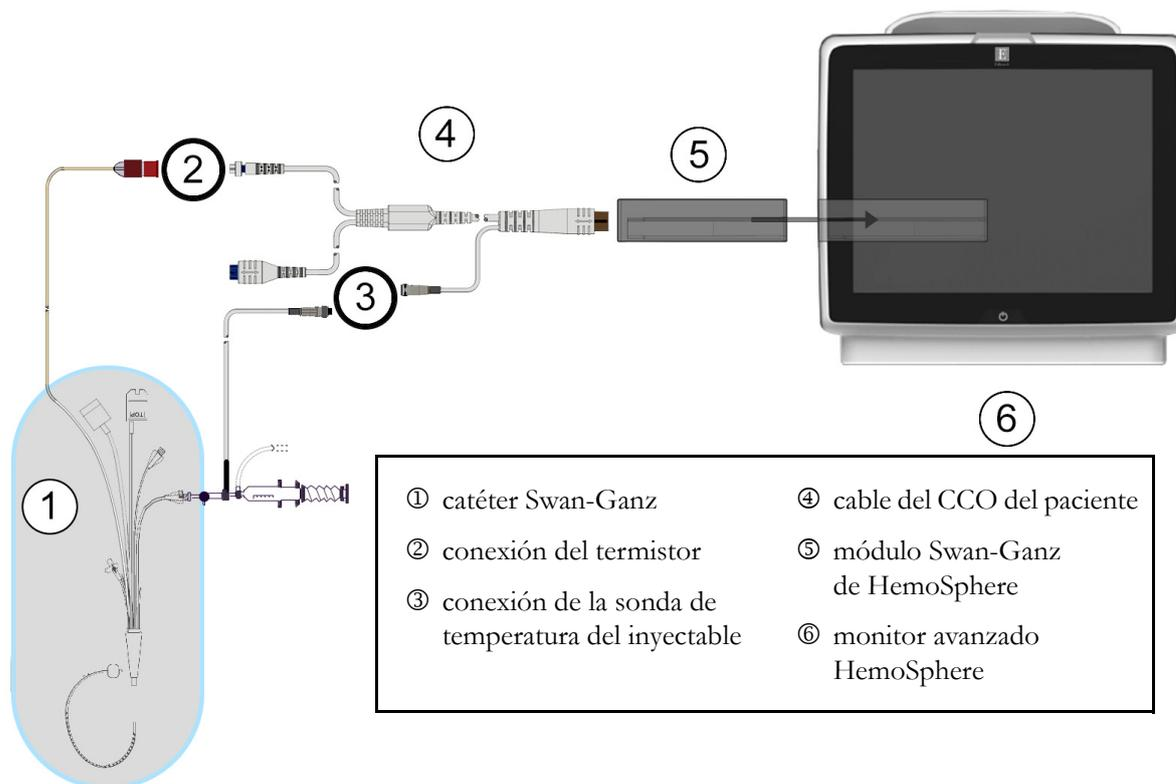

Figura 9-4 Descripción general de la conexión del GCi
- 2 Acople el extremo del catéter del cable del CCO del paciente al conector del termistor del catéter de monitorización del GCi de Swan-Ganz, como se muestra en ②, en la figura 9-4.
Una sonda de temperatura del inyectable detecta la temperatura de este. La sonda seleccionada se conecta al cable del CCO del paciente (figura 9-4). Puede usarse cualquiera de las dos sondas:
Conecte la sonda de temperatura del inyectable (en línea o de baño) al conector de la sonda de temperatura del inyectable del cable del CCO del paciente mostrado en ③, en la figura 9-4.